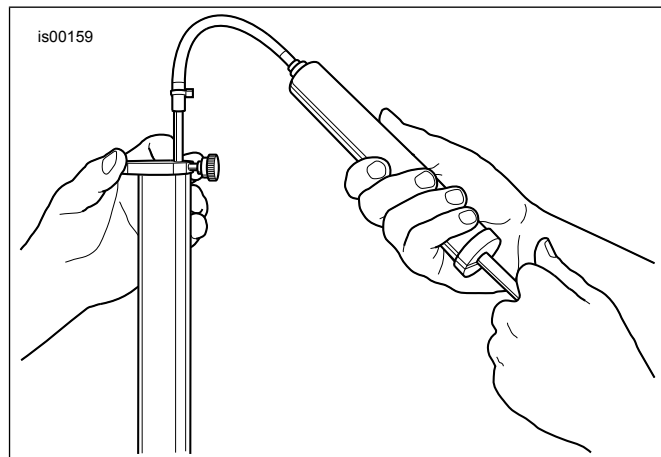

Figure 8. Retirer l'excédent d'huile de fourche (HD-59000B)
- a. Voir la figure 8. Prendre l'indicateur de niveau d'huile de fourche avant (HD-59000B).